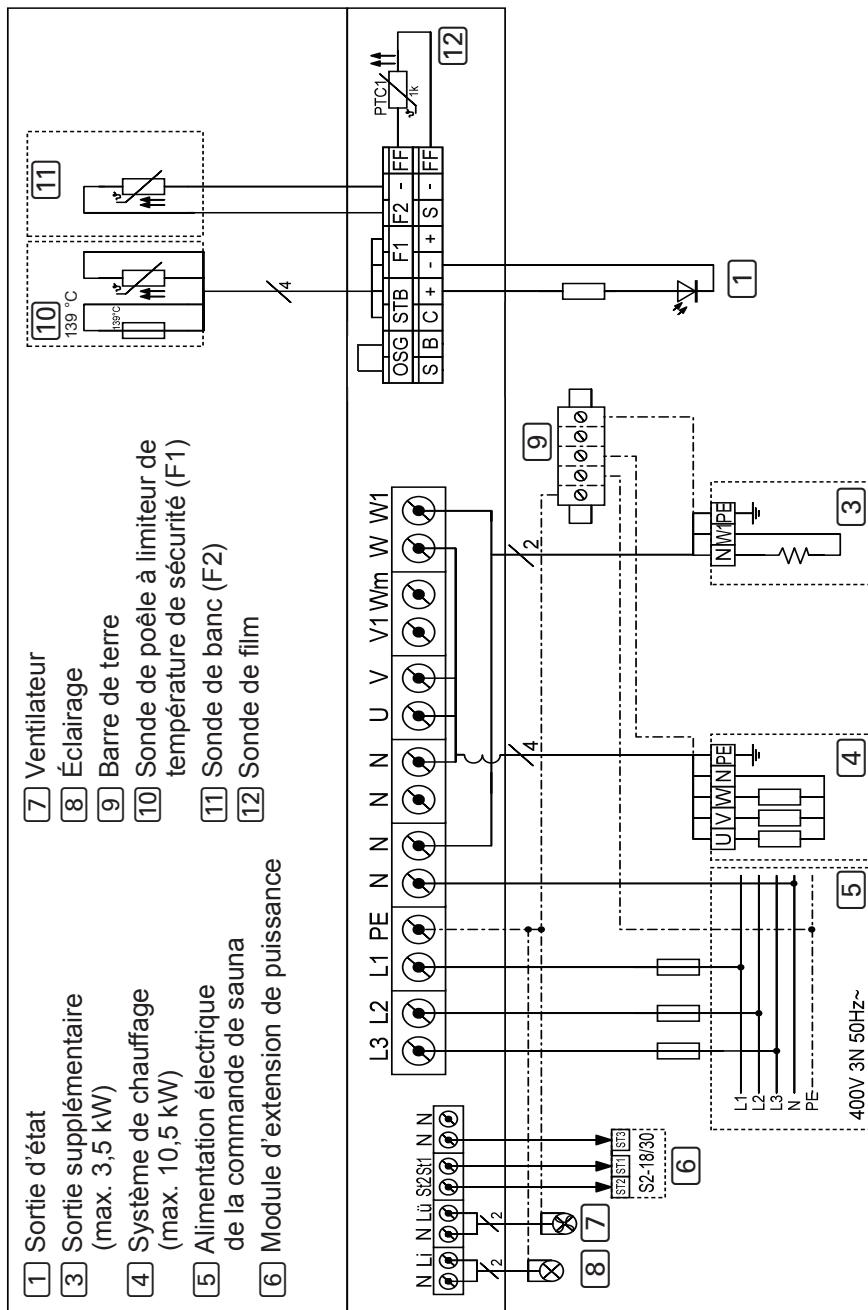

Fig. 5 Schéma de raccordement
- Respectez le schéma de raccordement (**Fig. 5**) page 23.